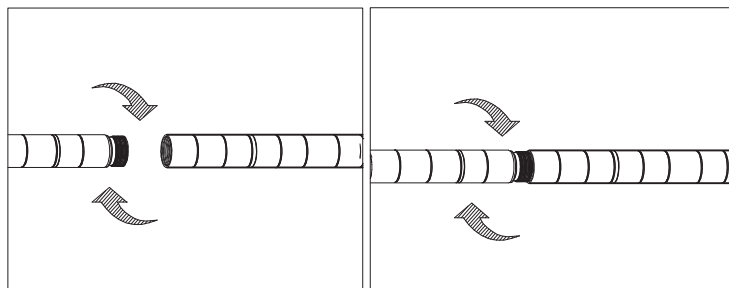

Figure 1
- La partie supérieure du montant comprend un capuchon de plastique à l'unc de ses extrémités tandis que la partie inférieure comporte une patte réglable. Les raccords de montants jointés ont été pré-installés pour faciliter l'assemblage. Vissez fermement les montants (un long et un court) ensemble. (Voir la Figure 1)